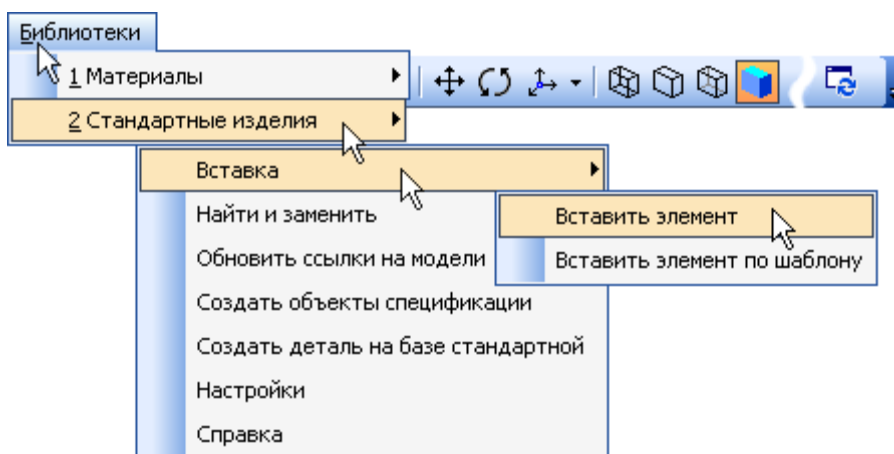

Рисунок 1.
- Для того, чтобы открыть библиотеку Стандартные изделия, выполните команду Библиотеки – Стандартные изделия – Вставка – Вставить элемент (рис.1).